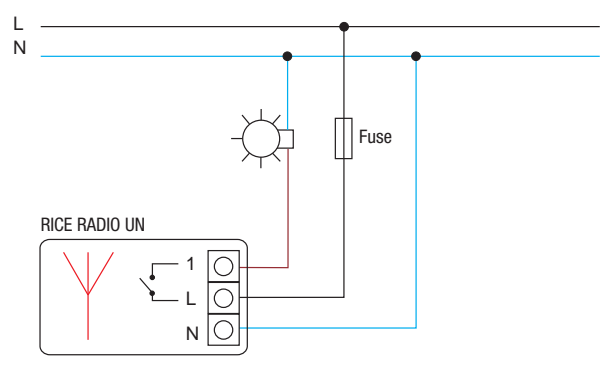

Fig. 2
- 1) Premere e mantenere premuto il pulsante esterno per 10 o più sec., fino a che la lampada si accende fissa o lampeggiante a seconda del modo di funzionamento corrente (Fig. 2).
- 1) Push and keep pushed the external push button for 10 sec. or more until the light turns on stable or blinking according to the current mode (Fig. 2).